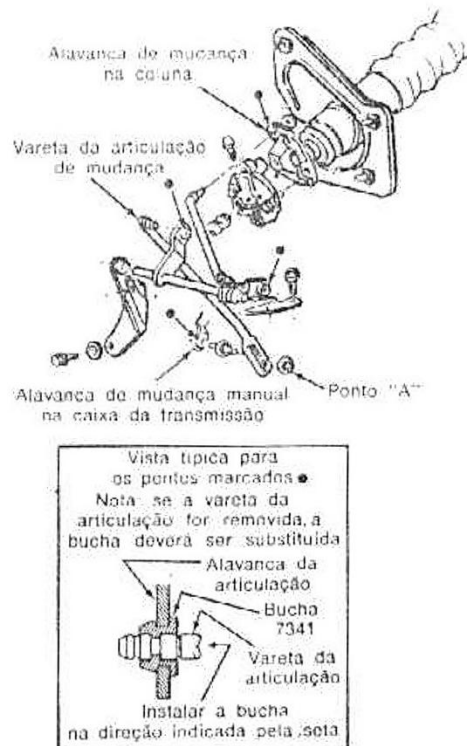

fig. 23 — articulações de controle da transmissão
2. Soltar a porca de ajuste da haste de mudanças no ponto "A" (fig. 23).
4. Certificar-se de que a alavanca seletora de marchas na coluna não se deslocou do encosto da posição "D" e, em seguida, apertar a porca no ponto "A" (fig. 23).